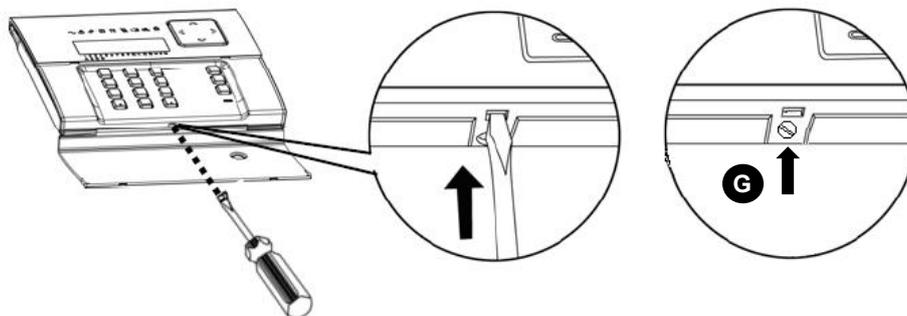

Figura 49 - Apertura tastiera
5. Richiudere la tastiera tramite la vite fornita a corredo - Figura 49 - (G).